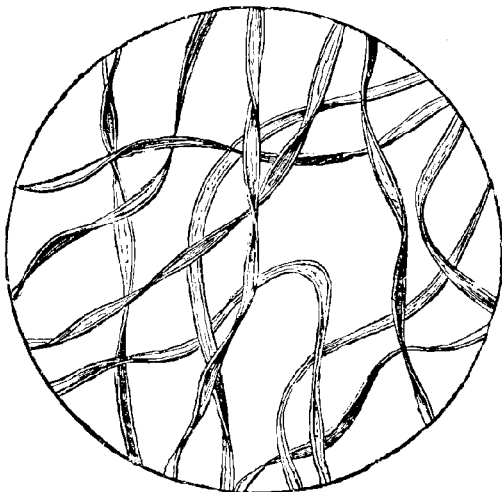

Fig. 215. Fibres du coton.
**Fabrication.** — On bat les fibres (fig. 215), on les carde, on les lamine pour avoir le *coton en rame* ; ensuite on le peigne et on le file, en le disposant en mèches, en bobines ou en fuseaux.